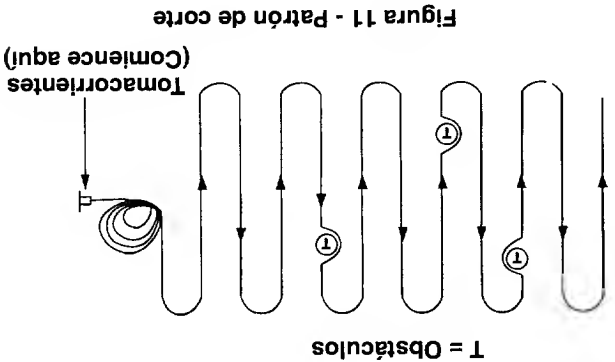

Figura 11 - Patrón de corte
- Corriente siempre en el punto más cercano a la fuente de potencia a la cual está conectado el cordón. Nunca corte el césped en círculos; recorra ida y vuelta sobre el césped, comenzando con el punto más cercano al tomacorrientes y a continuación alejándose del tomacorrientes de manera que el cordón esté apartado sobre el área cortada del césped. Vea la figura 11.